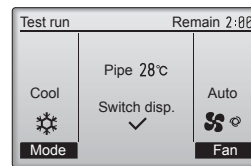

Fig. 7-6
- ① Drücken Sie die Taste **[F1]**, um durch die Betriebsarten zu schalten in der Reihenfolge „Cool“ (Kühlen) und „Heat“ (Heizen). (Fig. 7-6)